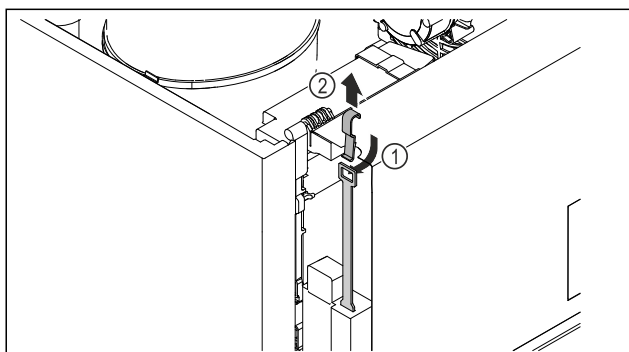

Fig. 211
- ▶ Lükake avariilahtlukustusvõti Fig. 211 (1) ült sisse, haakige lukku ja tõmmake ülespoole Fig. 211 (2).